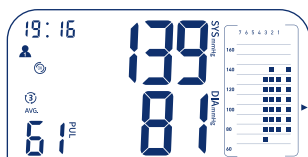

Figura 10
- Al termine della terza misurazione, viene effettuato il calcolo dei valori medi, che vengono visualizzati sul display (Figura 10). Nel grafico a barre, nella colonna di destra viene visualizzato il risultato medio della misurazione tripla. Nelle colonne 1-3 è possibile visualizzare i risultati delle tre misurazioni singole.